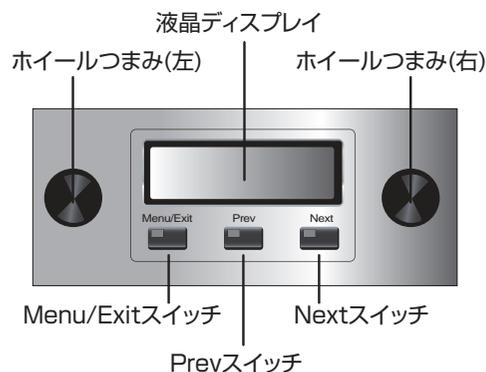

図 2.12 液晶ディスプレイ
- ①全ての配線を外した上で前面パネルの電源スイッチを押してアンプを ON にしてください。液晶ディスプレイ、インジケータが点灯します。
- ②液晶ディスプレイ (図 2.12) の下段にある Menu/Exit スイッチを押し、液晶ディスプレイに〈Amp Mode〉と表示されるまで Next スイッチを押ししてください。ディスプレイに〈N/A〉と表示される場合は System Architect によって〈Amp Mode〉がロックしています。〈LOCKOUT〉と表示される場合は System Architect によって液晶ディスプレイの全ての操作がロックしていることを表します。
- ③ホイールつまみを押しして〈BRIDGE MONO〉を選択します。再度ホイールつまみを押しすと、変更の確認メッセージが表示されます。Menu/Exit スイッチを押すと変更を確定します。両方のホイールつまみを反時計回りに回してアッテネーションを最大にしてください。
- ④重要：アンプを OFF にし、電源ケーブルを外してください。